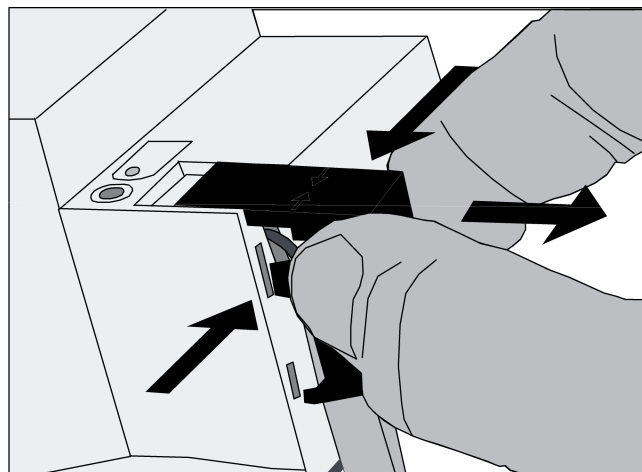

Bild 6: Ta av locket
- Tryck på skyddslockets sida och dra av det (bild 6).